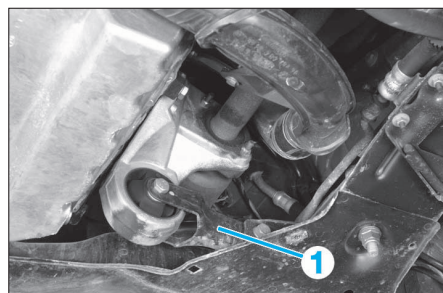

FIG. 24
- la bielle anticouple inférieure (1) (Fig.24).